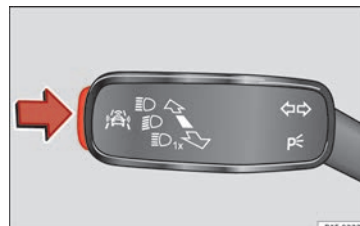

Fig. 45 Sur le levier des clignotants et des feux de route : touche des systèmes d'aide à la conduite.
- Appuyez brièvement sur la touche **» fig. 45** dans le sens de la flèche pour ouvrir le menu **Assistants**.